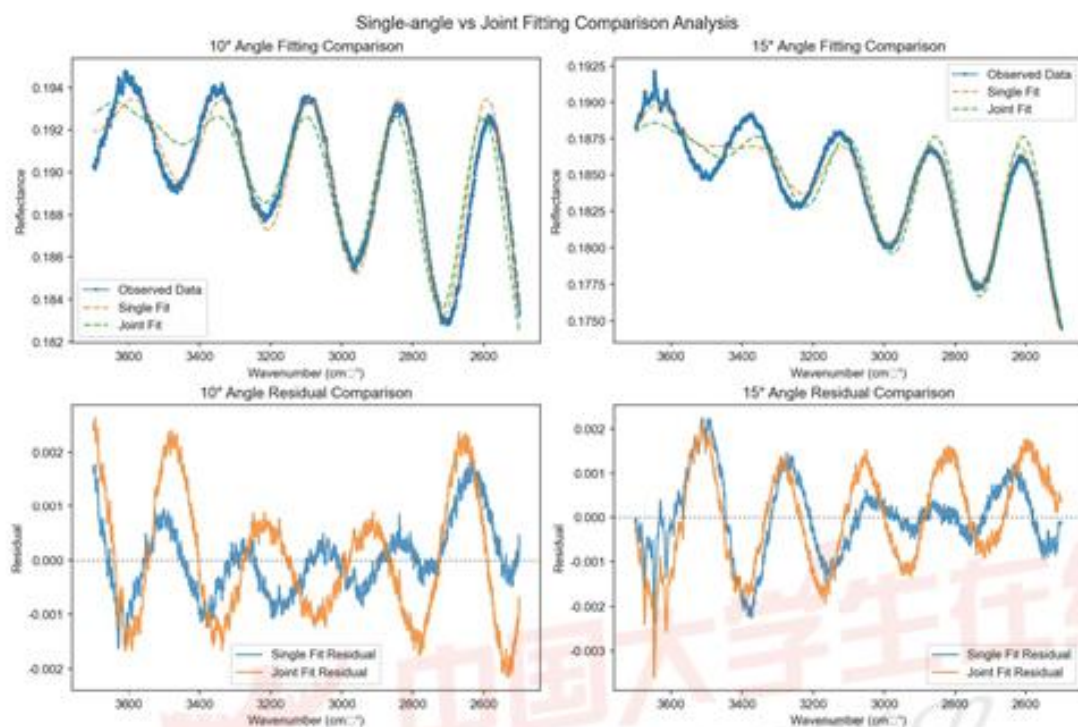

图 18 单角与联合拟合效果与残差对比
3. 双角一致性检验 在厚度估计结果上，由图 18可得 10° 与 15° 单角拟合得到的厚度差异小于 3%，联合拟合结果与二者平均值的差异不超过 2%。在反射率曲线和残差分布上，联合拟合相比单角拟合能有效降低残差波动，并在两个角度下同时保持一致性。这说明模型在不同实验条件下具有较高的稳定性，联合拟合策略能提升结果稳健性。